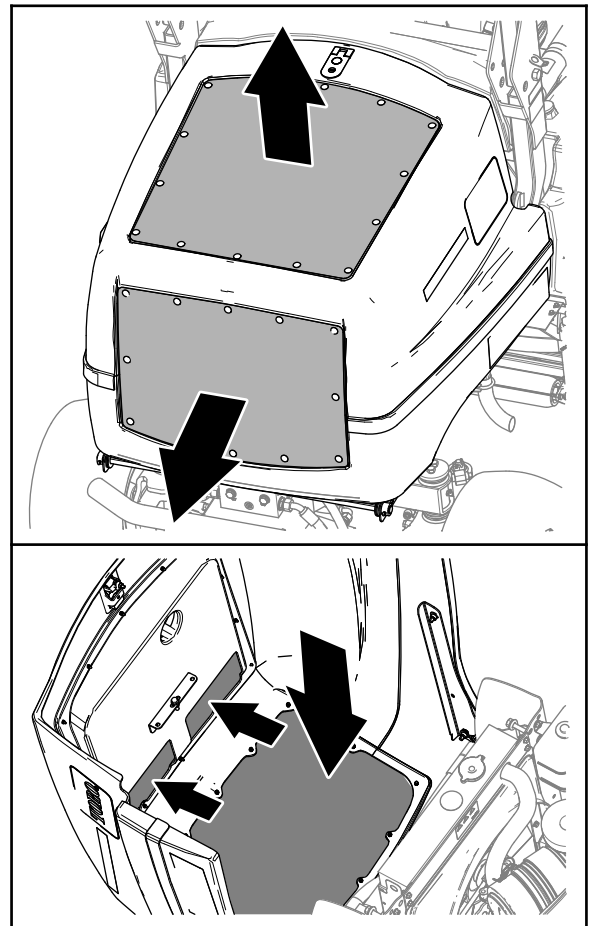

Figure 77
2. Nettoyez l'extérieur des grilles du capot (Figure 77).
3. Déverrouillez et soulevez le capot (Figure 77).
4. Nettoyez l'intérieur des grilles du capot à l'air comprimé (Figure 77).